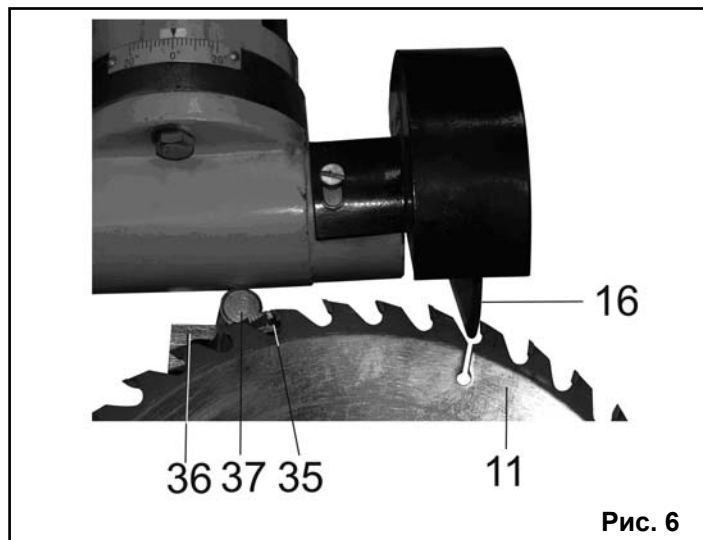

Рис. 6
9.1.11. Ослабьте фиксацию опорной планки (36) и стойки (37). Установите фиксатор (35), как показано на Рис. 6, вплотную (до упора) к зубу пильного диска (11). При мелком зубе и маленьком шаге зубьев пильного диска (11), стойка (37) может упираться в поворотную головку